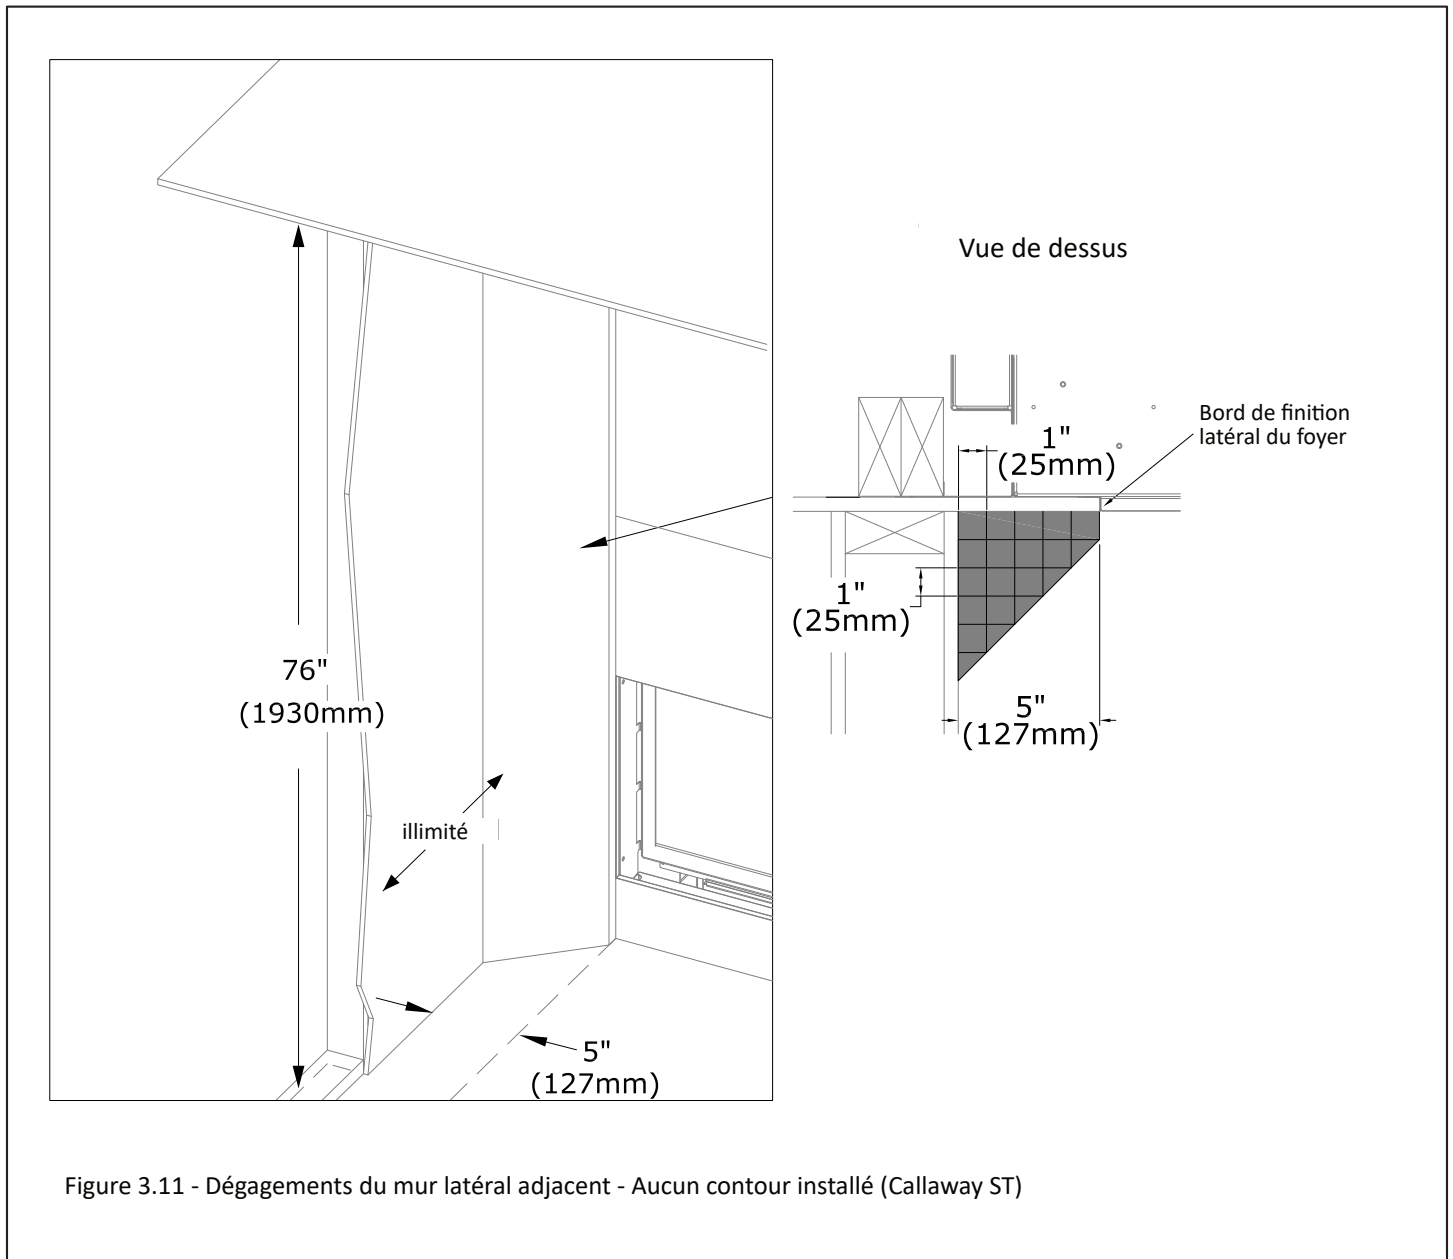

Figure 3.11 - Dégagements du mur latéral adjacent - Aucun contour installé (Callaway ST)
- Montants (piédroits) du manteau: Voir «Dégagement au mur latéral combustible» (ci-dessous) et la Figure 3.11.
- Dégagement au mur latéral combustible: Une bordure de mur latéral combustible ayant 1 po (25 mm) de projection peut commencer à 1 po (25 mm) du bord de finition latéral du foyer. Après les premiers 5 po (127 mm) d'éloignement du bord de finition latéral du foyer, le mur latéral peut avoir une projection illimitée. Voir la Figure 3.11.
- La Figure 3.11 montre qu'une bordure de mur latéral combustible ayant 1 po (25 mm) de projection peut être installée à 0 po (0 mm) du bord de finition latéral du foyer. Après les premiers 5 po (127 mm) d'éloignement du bord de finition latéral du foyer, le mur latéral peut avoir une projection illimitée.